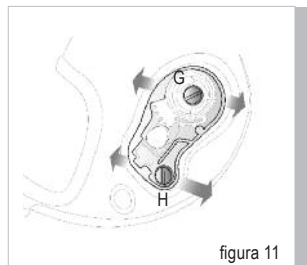

figura 11
**Regolazione** vedi figura 11
vedi figura 11